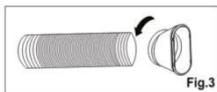

Fig.3
2. ขยายอีกด้านของท่อและหมุนเข้ากับฝาครอบ (รูป Fig.3)